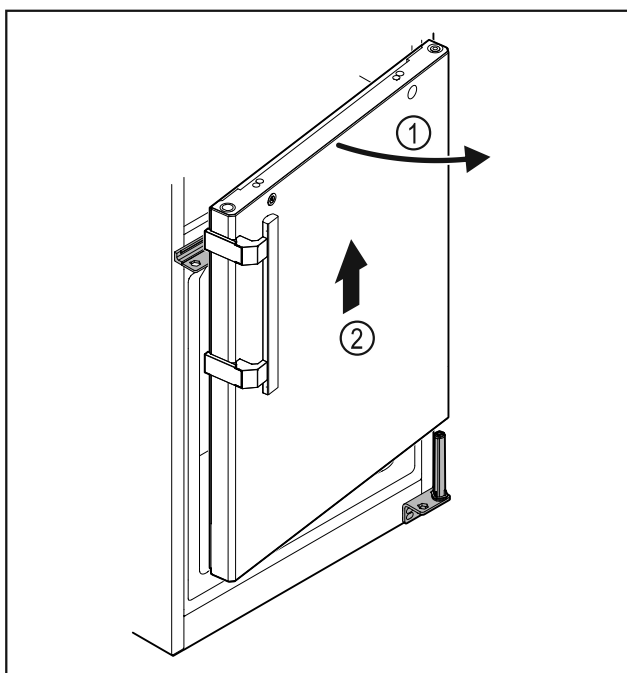

Fig. 27
- ▶ Deur Fig. 27 (1) iets openen, circa 200 mm recht omhoog tillen en verwijderen Fig. 27 (2).